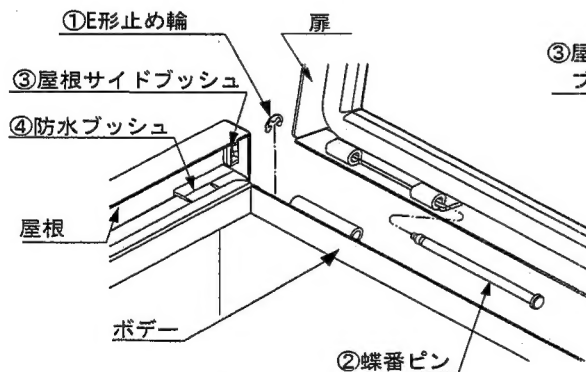

図8-1
- 1) E形止め輪①を蝶番ピン②から取外し、蝶番ピン②を引抜き扉を外してください。[図8-1]